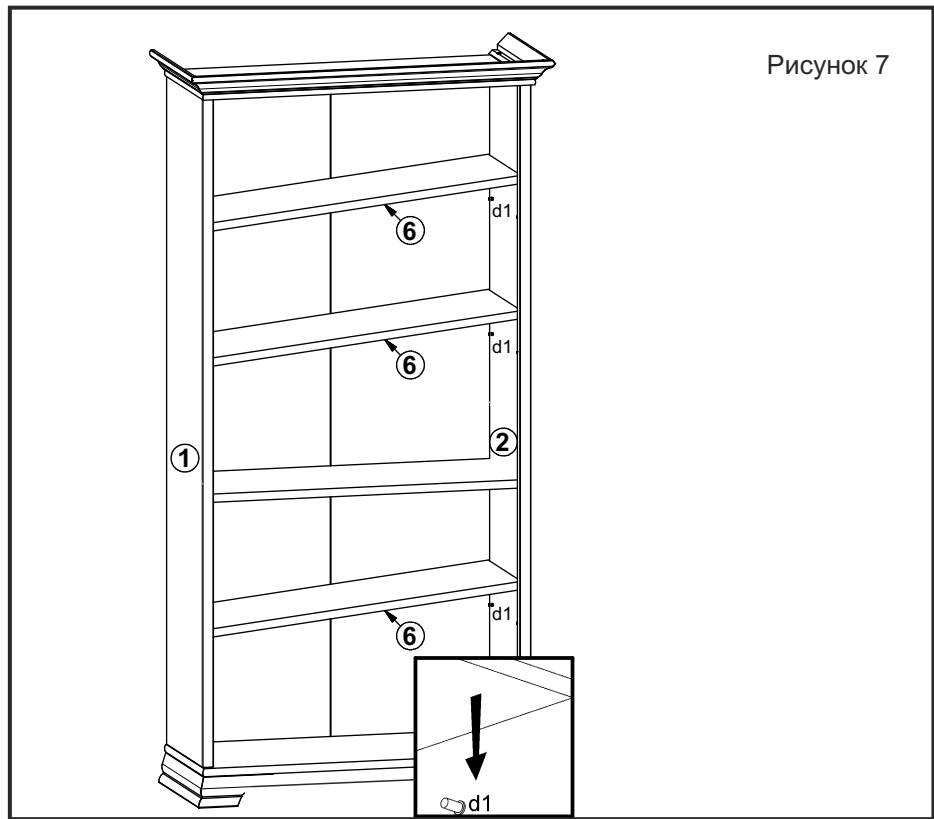

Рисунок 7
13. Установить полки переставные **6** на полкодержатели **d1** (см. рис. 7).